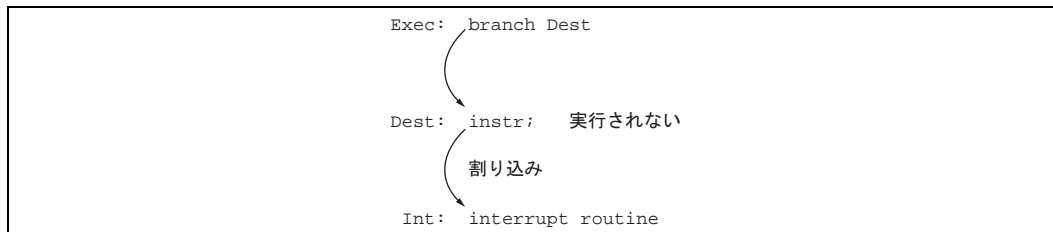

図 6.2 分岐命令を実行する前に割り込みが生じる場合
2. BRSR に格納されているアドレスと BRFR に格納されているポインタから、分岐が発生する直前に実行されていた命令のアドレスを計算できます。BRSR に格納されているアドレスを BSA、BRFR に格納されているポインタを PID、分岐発生前のアドレスを IA とすると、計算式は、 $IA=BSA-2 \times PID$ となります。分岐先の命令が実行される前に割り込み (分岐) が生じた場合には注意が必要です。図 6.2 の場合、分岐の直前に実行された命令 "Exec" のアドレスは、 $IA=BSA - 2 \times PID$ によって計算されます。しかしながら、分岐 "branch" が遅延スロットを持つ遅延分岐命令で、分岐先が $4n+2$ のアドレスである場合、分岐命令によって指定される分岐先アドレス "Dest" はそのまま BRSR に格納されます。したがって、計算式 $IA=BSA - 2 \times PID$ はこの場合には適用されないため、この PID は無効です。BSA が $4n+2$ 境界であるのはこの場合だけで、表 6.3 のように分類されます。